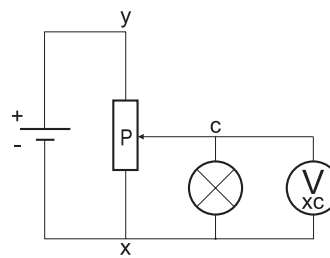

Figure 1.2
- Réaliser le montage indiqué à la figure 1.2. Le générateur est dit «en circuit fermé» car la différence de potentiel  $U_{xc}$  alimente un circuit.